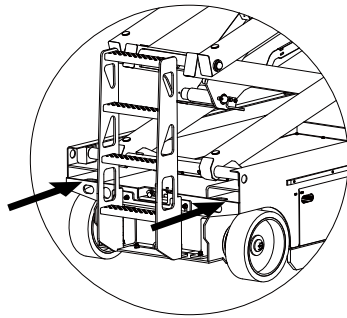

Figura 4-3 Bolsos das empilhadeiras
- 3) Use os bolsos das empilhadeiras localizados nos dois lados da escada. Consulte a Figura 4-3.